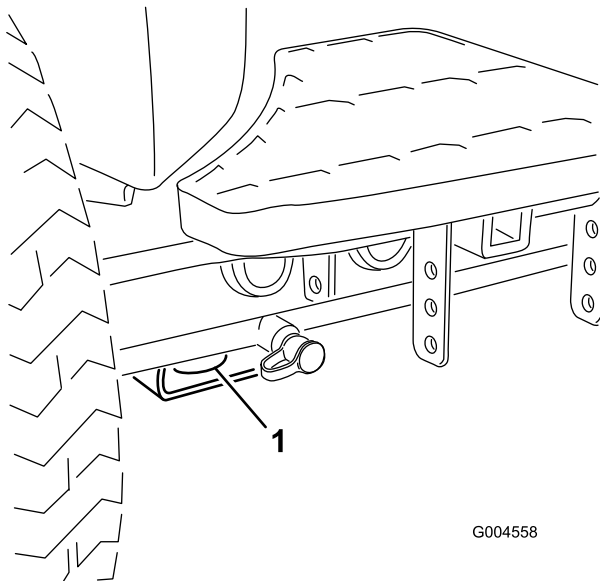
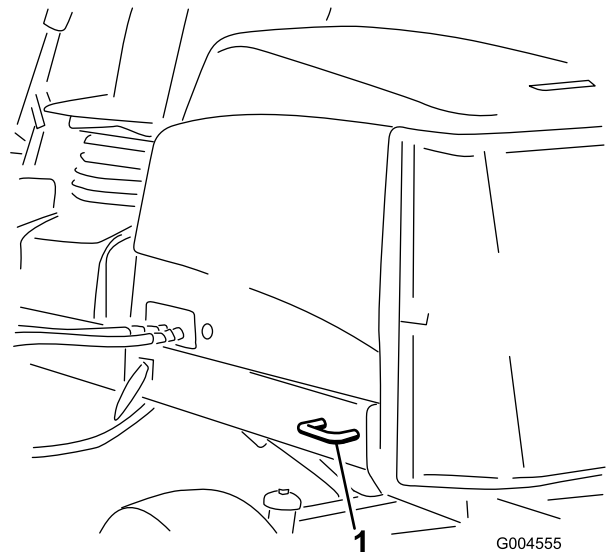

图36
图37
5. 使用机器上的金属栓系点，用箍带、链条、缆绳或绳索将机器牢牢固定在拖车或卡车上（图36 和图37）。
- 前部——矩形垫片上的孔，位于每个前轮胎的轴管下（图36）
- 后部——机器后部机架的两侧（图37）